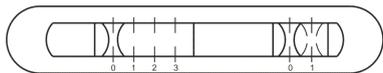

рис. 7
7.2 Управление вытяжкой производится при помощи ползункового переключателя (рис.7).